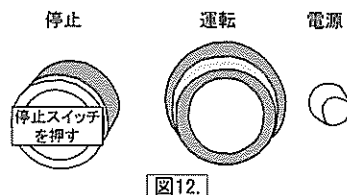

図12.
- ① ただちに電源スイッチ部の停止スイッチを押して(図12.)通電を止め、電源プラグをコンセントから抜いてください。